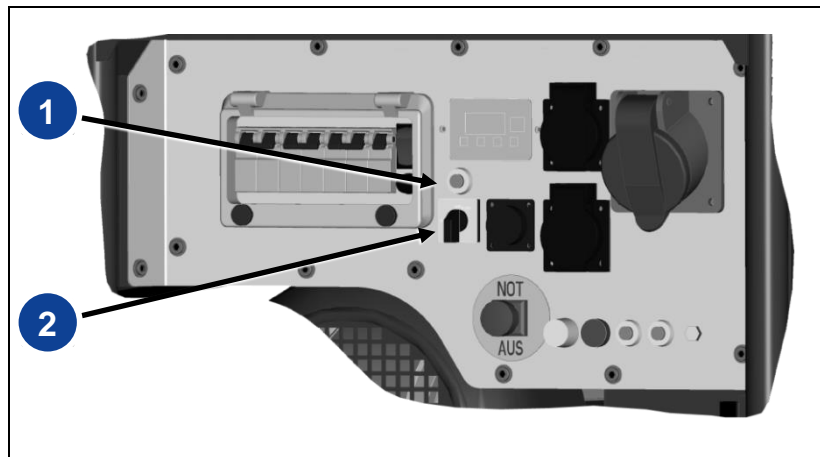

Abb. 4-4: Elektrostart
2. Choke-Taste (Abb. 4-4-(1)) drücken und gedrückt halten.
3. Motorstart-Schalter (Abb. 4-4-(2)) ganz nach rechts in Position „START“ drehen.
4. Motorstart-Schalter (Abb. 4-4-(2)) loslassen, der Schalter springt in Position „RUN“.
5. Choke-Taste (Abb. 4-4-(1)) loslassen.
3. Motorstart-Schalter (*Abb. 4-4-(2)*) nach links in Position „OFF“ drehen. Bei Fernstartbetrieb müssen Sie Besonderheiten beachten (siehe Kapitel 5.3).